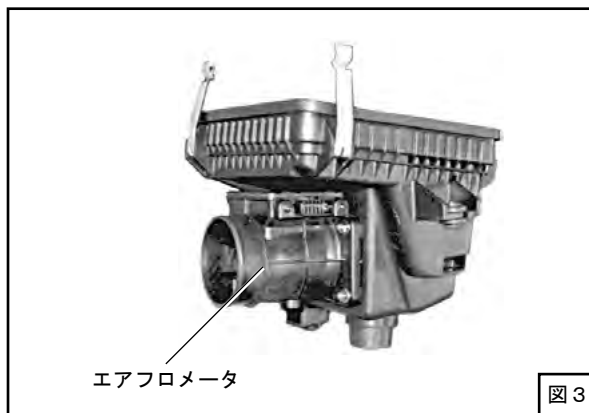

図 3
- (6) エアクリーナケースロアから、エアフロメータを取外してください。（ナット×4）（図3）